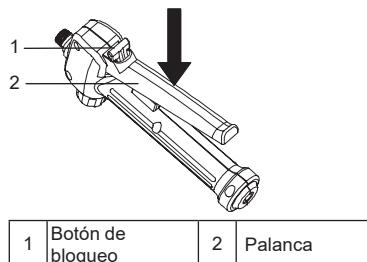

Figura 12
3. Presione y mantenga apretada la palanca para comenzar a rociar. Consulte la figura 12.